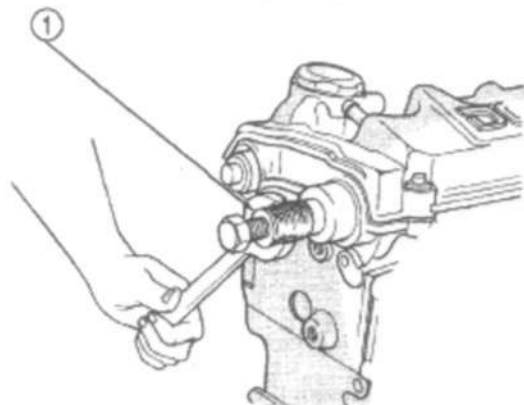

Рис. 13 Снятие уплотнения распределительного вала при помощи приспособления C-4679-A
- (3) Снять звездочки распределительного вала.
- (4) Снять визирное кольцо распределительного вала выпускных клапанов.
- (5) Снять датчик распределительного вала выпускных клапанов.
- (6) Снять заднюю крышку ремня привода ГРМ (см. п. 9 ДВИГАТЕЛЬ/ФАЗЫ ГАЗОРАСПРЕДЕЛЕНИЯ/РЕМЕНЬ ПРИВОДА ГРМ/КРЫШКА(И) ЦЕПИ - СНЯТИЕ)
- (7) Снять уплотнение распределительного вала при помощи спец.приспособления С-4679-А (Рис. 13).